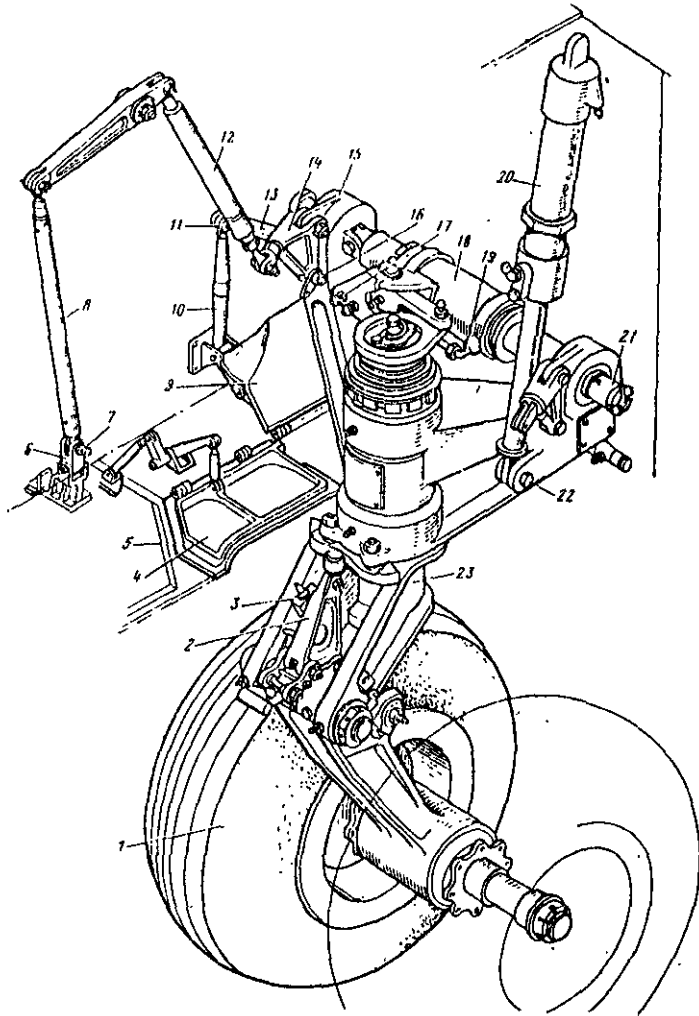

Рис. 3.9. Передняя опора самолета:
<p>10. Определите запас хода гидроцилиндра на «выпуск» и «уборку», для чего:</p> <p>а) не присоединяя гидроцилиндр 20 к стойке шасси, создайте в нем давление на «уборку» и измерьте выход штока (размер «б»), который определяется как расстояние между торцом нижней головки силового цилиндра 8 (см. рис. 3.12) и контрольной пластиной 7;</p> <p>б) создайте давление в гидроцилиндре 20 (рис. 3.9) на «выпуск» и измерьте выход штока (размер «а»).</p>
<p>✓ 10. Определите запас хода штока гидроцилиндра на выпуск и уборку, для чего:</p> <p>а) не присоединяя гидроцилиндр 20 к стойке шасси, создайте в нем давление «на выпуск» и замерьте выход штока (размер «а»), как указано на рис. 3.12;</p> <p>б) создайте давление в гидроцилиндре 20 (см. рис. 3.9) «на уборку» и замерьте выход штока (размер «б»);</p> <p>✓ (1) стр. 319</p> <p>9а. Проверьте зарядку стойки азотом и при необходимости отрегулируйте давление азота как указано в техкарте N 19 выпуска 11 "Шасси".</p>